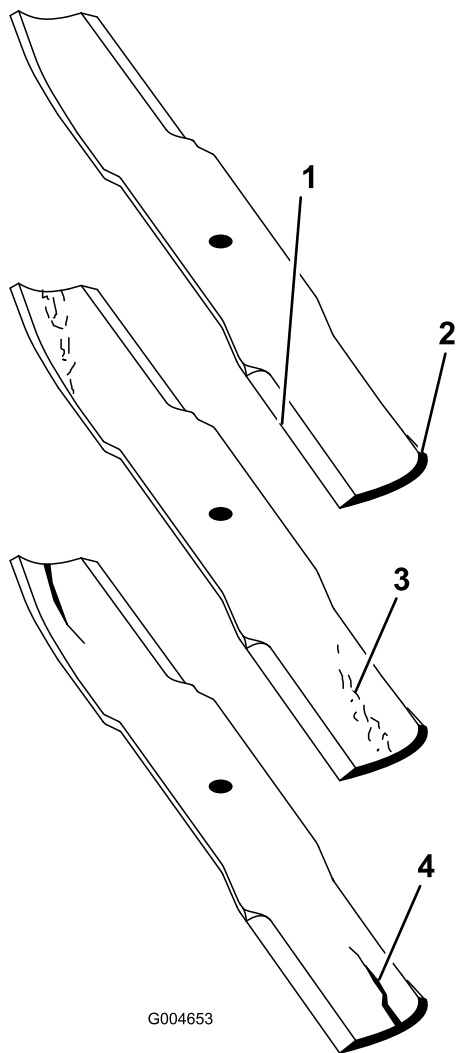

Figura 84
2. Examine cuidadosamente los extremos de corte de la cuchilla, sobre todo en el punto de reunión entre la parte plana y la parte curva de la cuchilla (Figura 84).
Nota: Puesto que la arena y cualquier material abrasivo pueden desgastar el metal que conecta las partes curva y plana de la cuchilla, compruebe la cuchilla antes de utilizar la segadora. Si se aprecia desgaste (Figura 84), cambie la cuchilla.